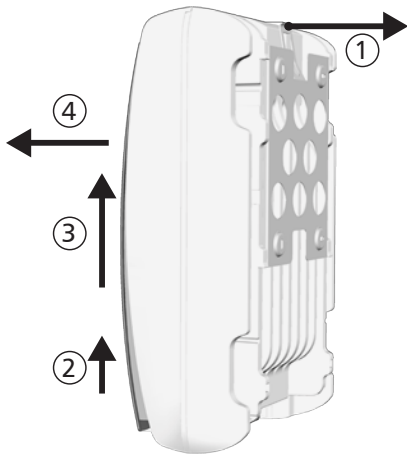

Abbildung 30
- 1. Sicherungsblech der Montageplatte mit einer Hand ca. 5 mm in Richtung Montagefläche drücken ① (Abbildung 30).
- 2. Wechselrichter mit der anderen Hand nur soweit anheben, dass das Sicherungsblech nicht mehr einrasten kann ② Sicherungsblech loslassen.
- 3. Wechselrichter mit beiden Händen anheben, bis die Haken an der Rückseite des Wechselrichters frei sind ③
- 4. Wechselrichter von der Montagefläche entfernen ④